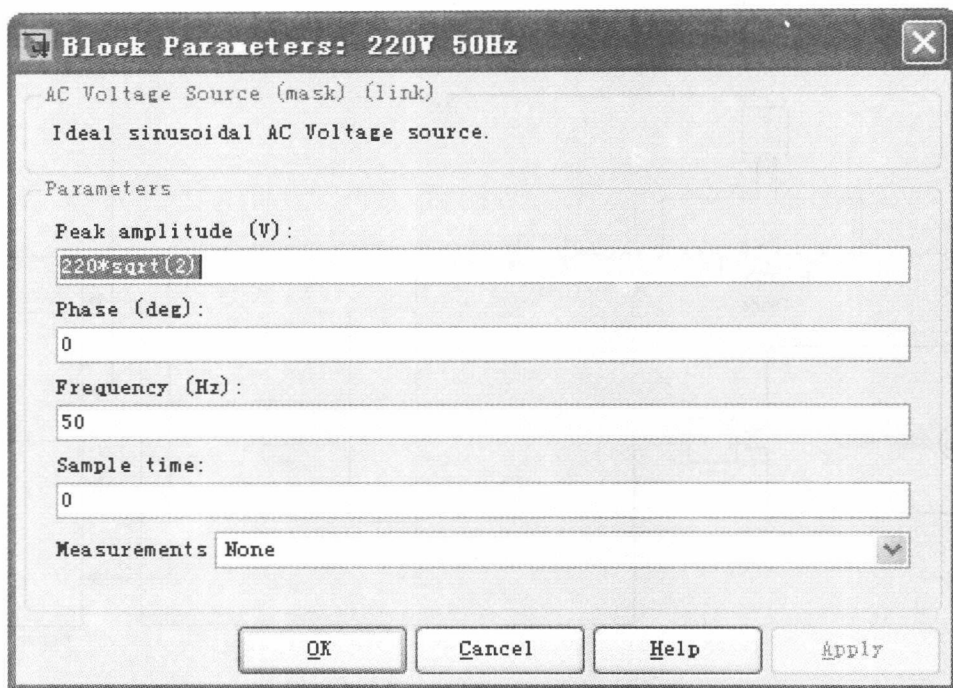
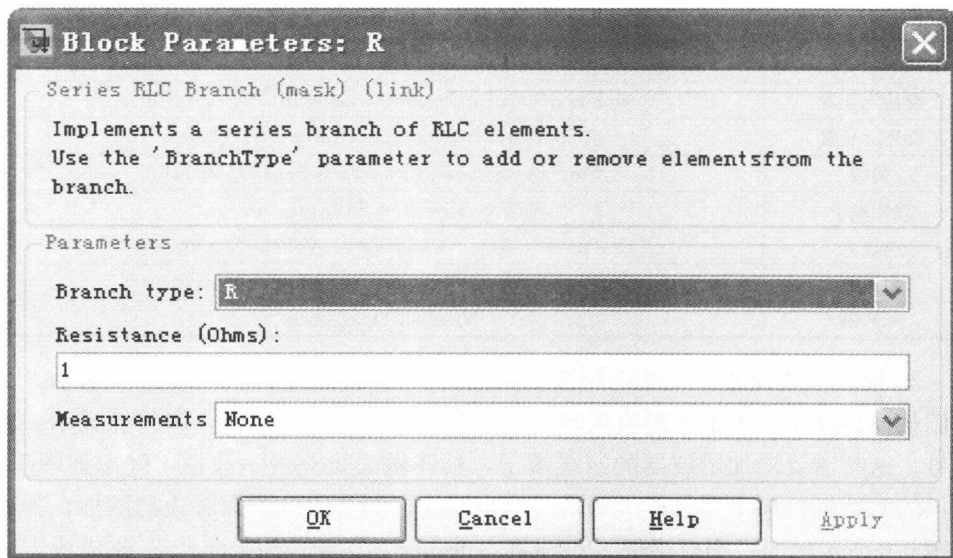
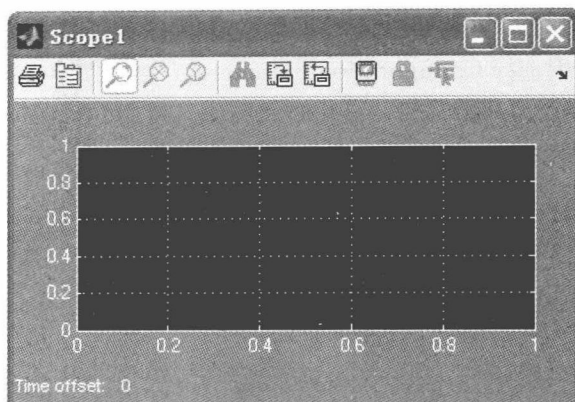
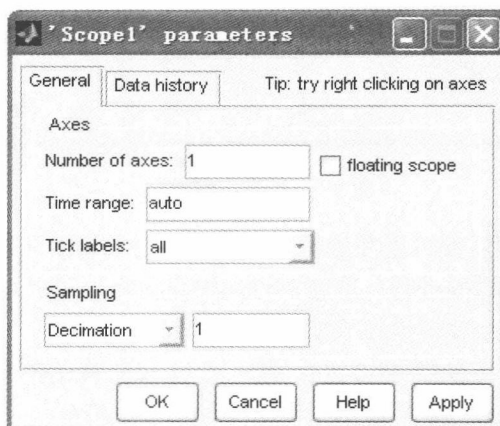

图 1-3 交流电压源参数设置
图 1-4 负载参数设置
图 1-5 示波器窗口
图 1-6 示波器对话框 General 栏
2. 模块参数设置：交流电压源、负载的参数设置如图 1-3 和图 1-4 所示。当从模块库中拉出示波器模块时，示波器只有一个连接端子，即只能显示一路信号。这时需要增加示波器的接线端子，具体做法是双击示波器，弹出如图 1-5 所示的对话框。单击工具栏中的第二个小图标，即打印机图标旁边的图标，弹出如图 1-6 所示的第二个对话框。只要将 Number of axes 项中的“1”改成所需的端子数即可，本实验需要用到 4 个端子，我们把它改成“4”。注意图 1-6 对话框